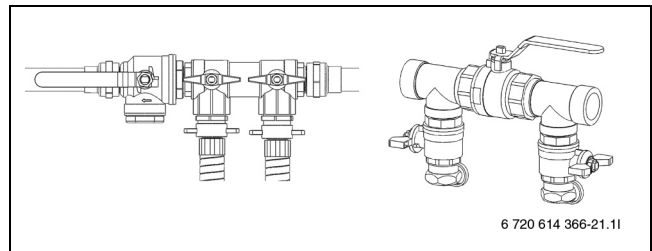

Bild 29 Befüllanlagen in Normalposition
- Ventile der Befüllanlage in die Normalposition stellen (→ Bild 29) und Pumpe der Befüllstation abschalten.